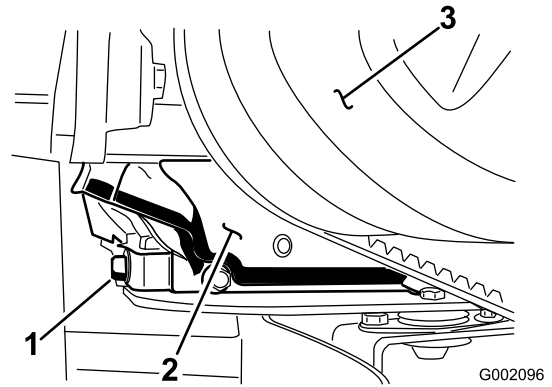

Figure 30
6. Enlevez le bouchon de vidange (Figure 30).